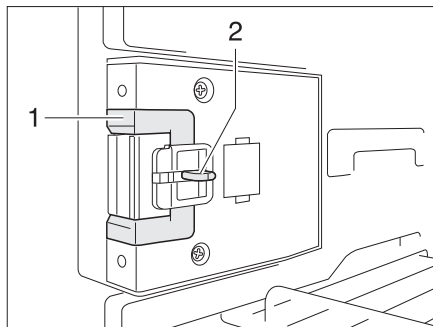
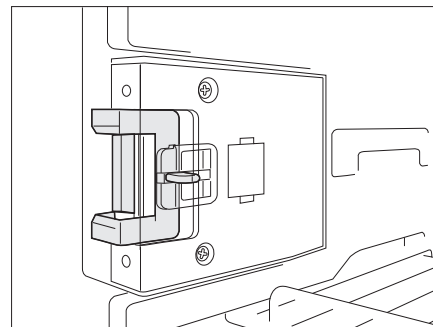

Fig. 232 Dispositif de fermeture en position normale
Fig. 233 Dispositif de fermeture en position de ventilation
- Presser le bouton de déverrouillage (Fig. 232,2).
- Pousser le dispositif de fermeture (Fig. 232,1) vers l'avant (Fig. 233).